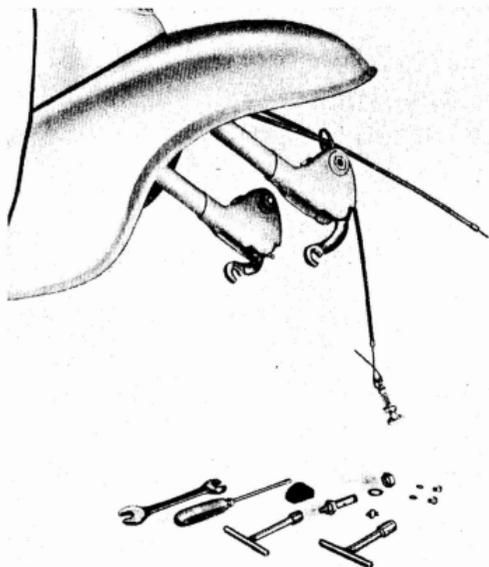

Fig. 38
- 60** Desmontar cada tampón de goma inferior: desmontar el perno de rotación de la palanca porta-rueda (llave de 19), desatornillar el engrasador situado debajo de la palanca, desatornillar los dos tornillos de sujeción del tampón inferior (llave de 10) y sacar el tampón ayudándose con un destornillador. Véase fig. 38.